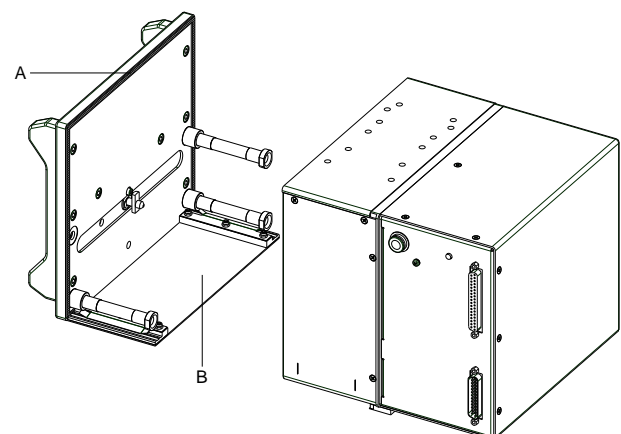

Abbildung 22
3. Durch ein eingelegtes Dichtprofil (A, Abbildung 22) und eine Abdeckung (B, Abbildung 23) wird die Druckmechanik so vor Wasser- und Staubeintritt geschützt.